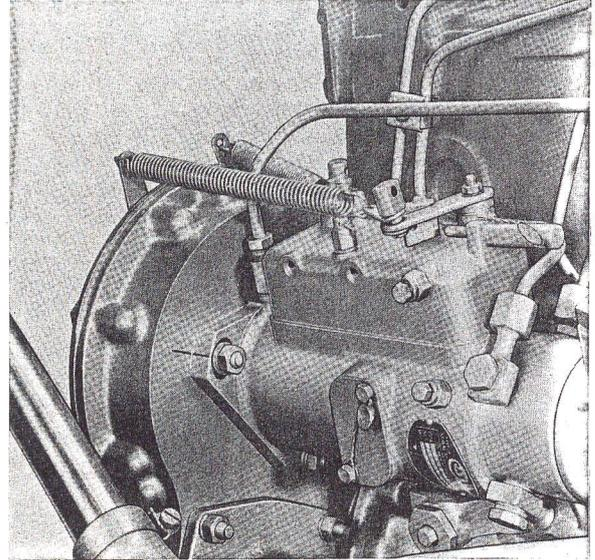

Fig. T9 — Repères sur pompe et sur moyeu d'adaptation (régulateur hydraulique).
2. Mettre en place la pompe d'injection de façon que le trait-repère gravé sur la bride de cette dernière coïncide avec le repère de la plaque moyeu d'adaptation de la pompe d'injection fig. T9. Fixer à l'aide des rondelles plates, rondelles grower et des trois écrous.